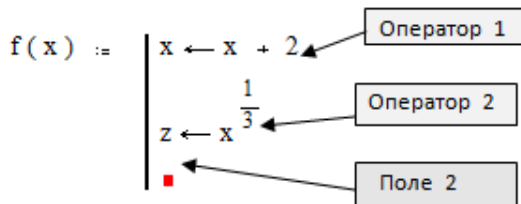

Рис. 8.3. Додавання операторів в тіло програми-функції
- перейти в поле 1 і ввести перший оператор тіла програми-функції. Так як саме нижнє поле завжди призначене для визначення повертається програмою, то поля введення для додаткових операторів відкриваються за допомогою клацання на кнопці "Addline" панелі програмування. При цьому поле введення додається внизу виділеного до цього моменту оператора. Для видалення того чи іншого оператора або поля введення з тіла програми-функції, потрібно укласти його в виділяючу рамку і натиснути клавішу Delete (рис. 8.3);